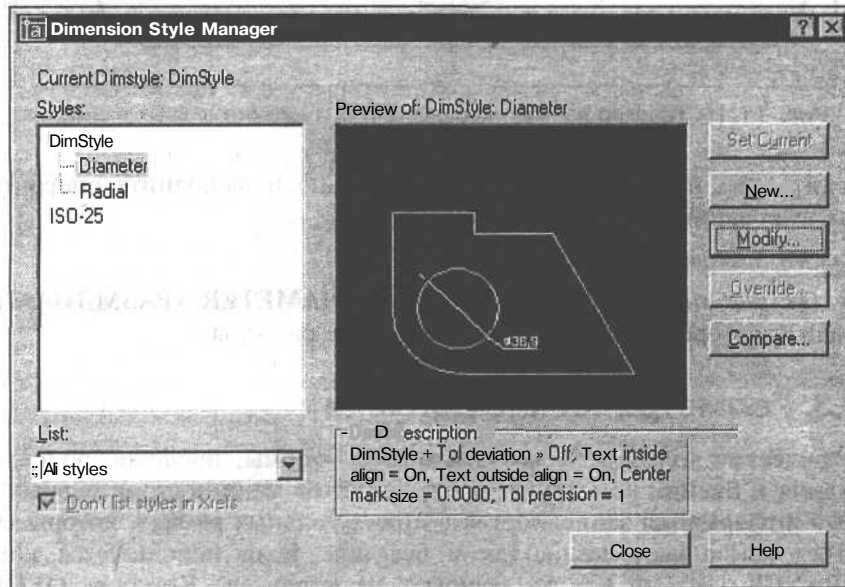

Рис. 11.15. Диспетчер размерных стилей после редактирования радиальных и диаметральных стилей
- Щелкните мышью на кнопке **OK** для возврата в диалоговое окно **Dimension Style Manager** (Диспетчер размерных стилей). В списке **Styles** (Стили) стиль **DimStyle** получит второе ответвление с именем **Diameter** (Диаметры) (рис. 11.15).